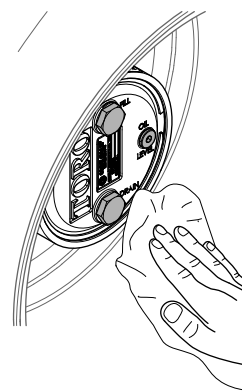

Figura 77
3. tergeți carcasa mecanismului planetar i frânei (Figura 77).